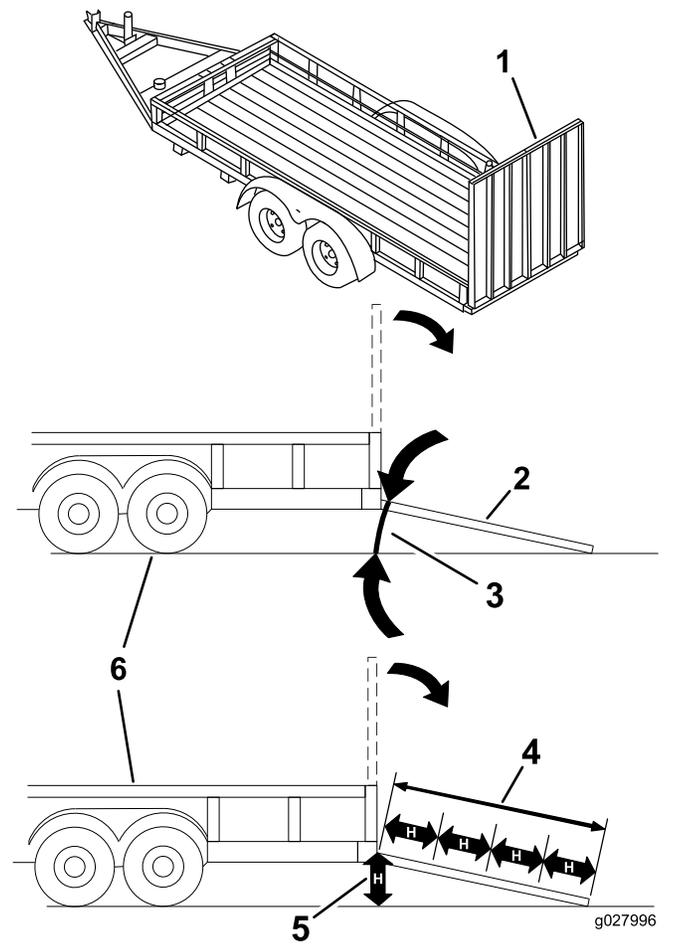

Bild 34
Beim Verladen einer Maschine auf einen Anhänger oder Pritschenwagen erhöht sich die Gefahr, dass die Maschine umkippt und schwere oder tödliche Verletzungen verursacht (Bild 34).
3. Senken Sie die Rampe ab und stellen Sie sicher, dass der Winkel zwischen der Rampe und dem Boden höchstens 15 Grad beträgt (Bild 34).